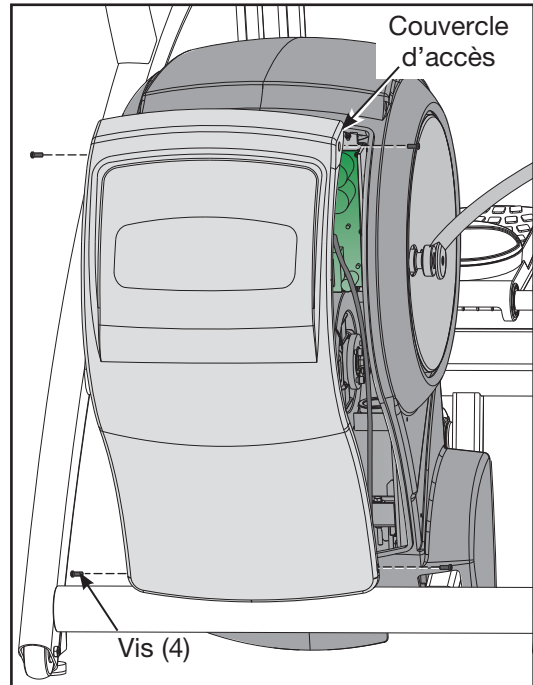

Figure 2
- B. Serrez les deux vis inférieures qui ont été retirées à l'étape 3A. **REMARQUE:** Ne serrez pas trop les vis. Reportez-vous à la figure 2.